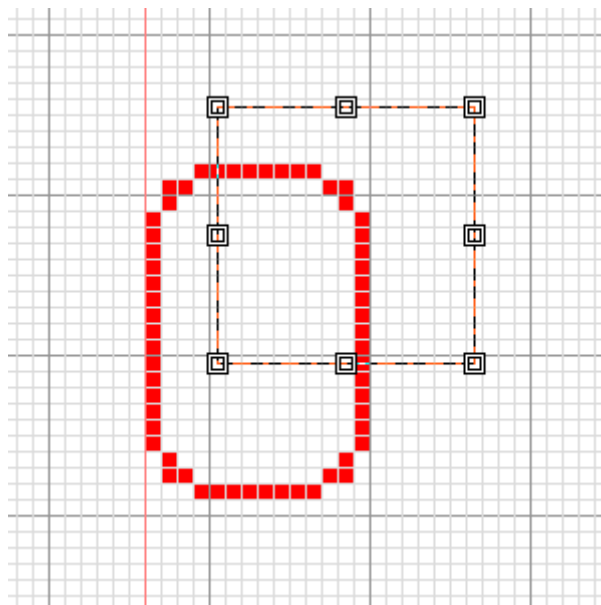

图 5.1 矩形选择操作
**操作：**在绘图区选择一个矩形区域，可以拖动选择的部分，也可以复制选择的部分用以再次粘贴，如图 5.1 所示。